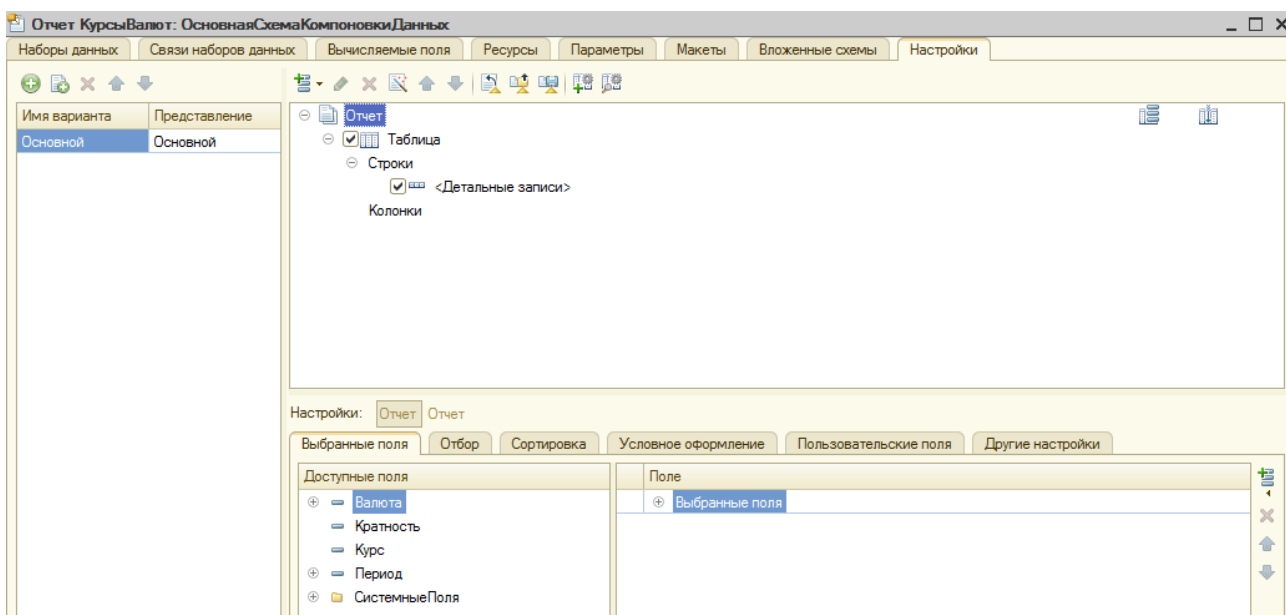

Рисунок 18.6 – Настройки отчета КурсыВалют
11. Выолним настройки отчета (рисунок 18.6):